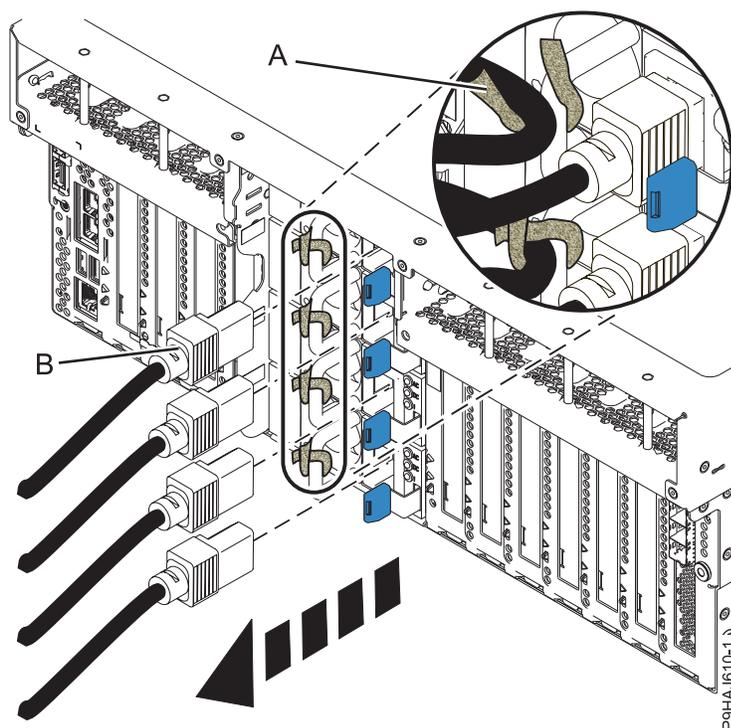

Figura 72. Removendo os cabos de energia de um servidor montado em rack
3. Etiquete e desconecte os cabos de energia da unidade de sistema. Consulte Figura 72 ou Figura 73 na página 96.